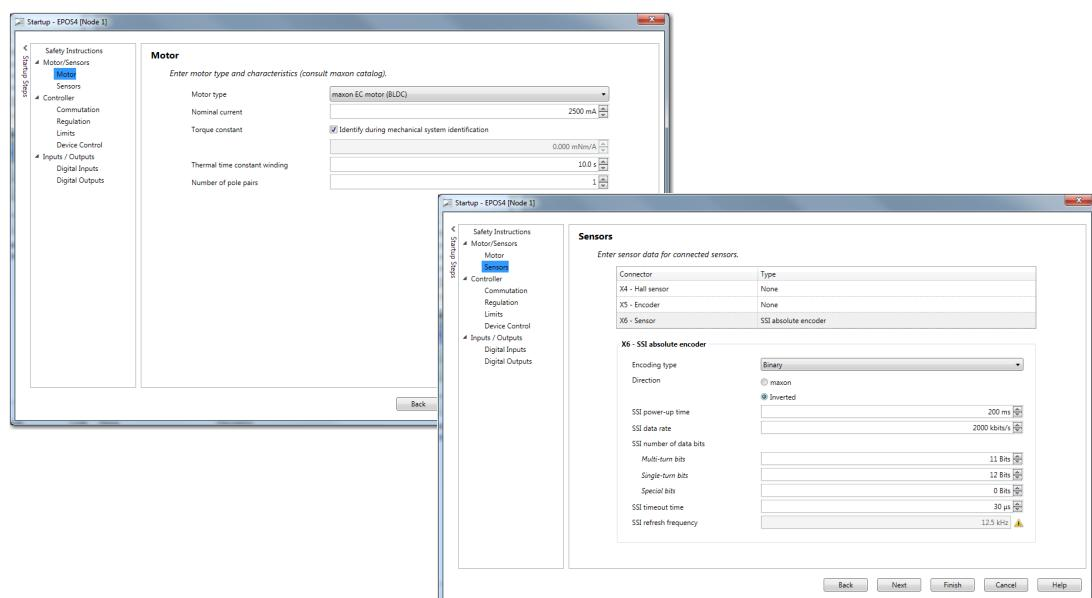

Figure 7-66 Adjustment of SSI commutation offset value | Set motor and sensor data
- 7) Configure the data for motor and SSI absolute encoder using «EPOS Studio» \ «Startup» wizard \ «Motor/Sensors» \ «Motor» or «Sensors» respectively (→Figure 7-66).